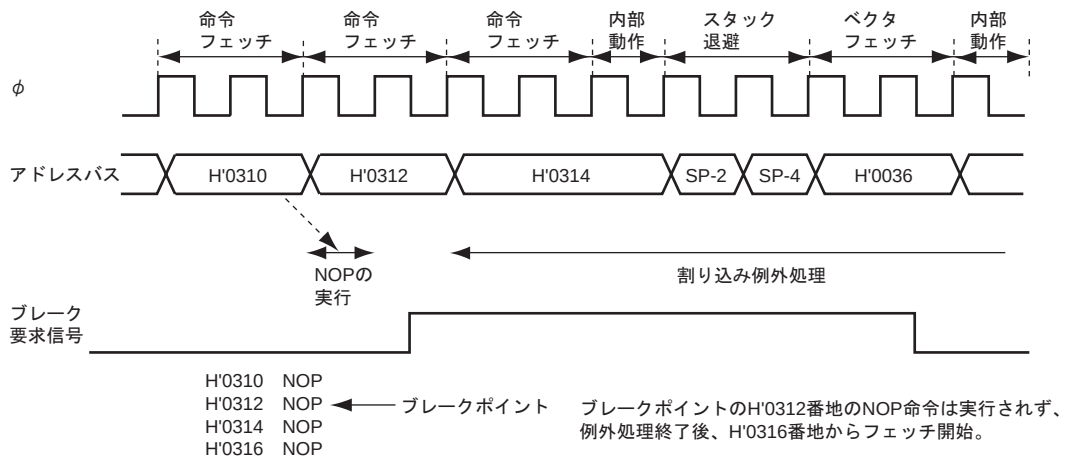

図 6.12 アドレスブレークタイミング例
3. アドレスブレイク割り込みは、内部プリフェッチ信号とアドレスの組み合わせにより発生しますので、設定したアドレスの命令および直前の命令内容、実行サイクルにより、割り込み例外処理の入るタイミングが異なります。図6.12にアドレスタイミング例を示します。